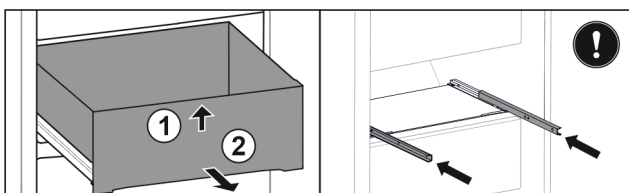

Fig. 98
- ▶ Lyft upp utdragslåda framtill. Fig. 98 (1)
- ▶ Ta ut utdragslåda genom att dra den framåt. Fig. 98 (2)